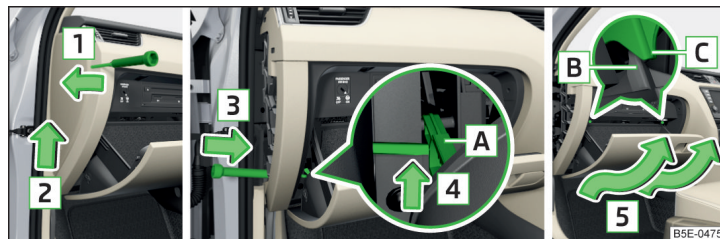

Fig. 344 Torpedoul de pe partea pasagerului față
- › Introduceți o șurubelniță sub capacul lateral » fig. 344.
- › Introduceți tampoanele limitatoare ale compartimentului de depozitare în spatele suporturilor » fig. 344.